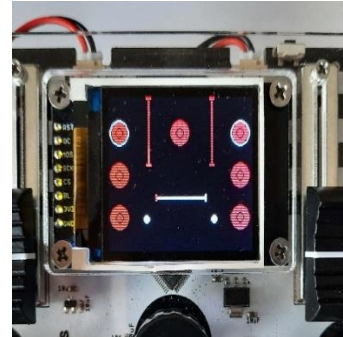

Fig.38
- Mișcați potențimetrele până ce pe display se afișează culoarea roșie pentru fiecare (Fig.38).